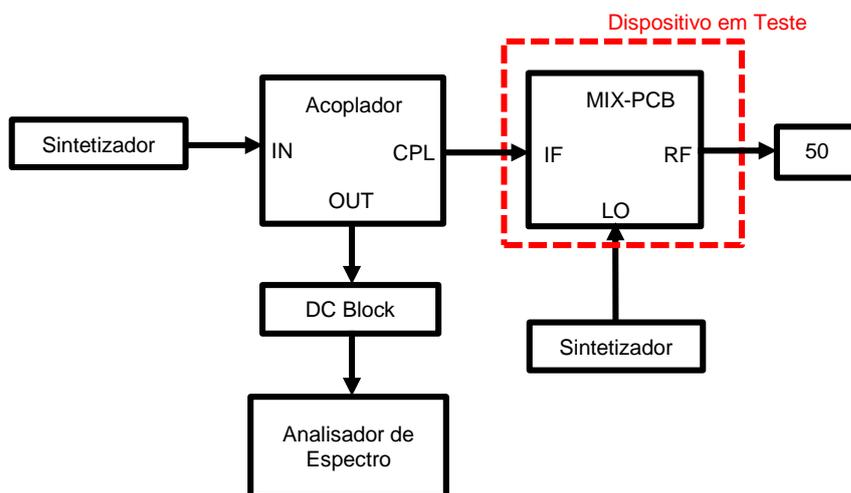

Figura 4.3.3 – conexões para teste de perda de retorno na saída IF.
- 1) Realizar as conexões descritas na figura 4.3.3;